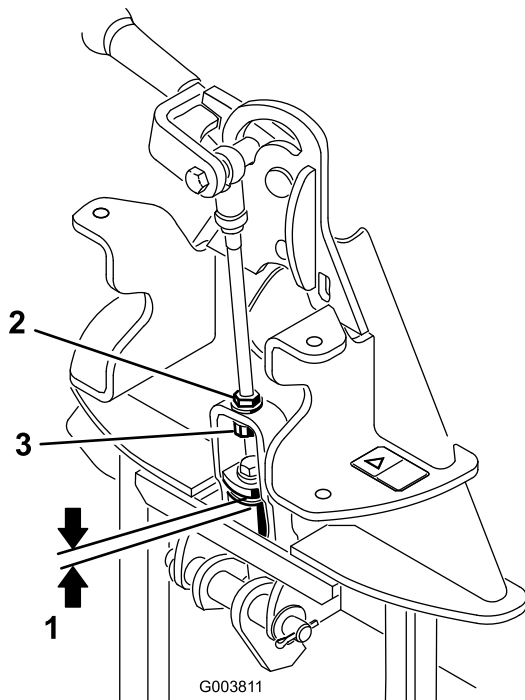

Bild 6
2. Messen Sie den Abstand zwischen der oberen Scheibe und dem Distanzstück im Verbindungsteil am Anbaugerätadapter, siehe Bild 6.